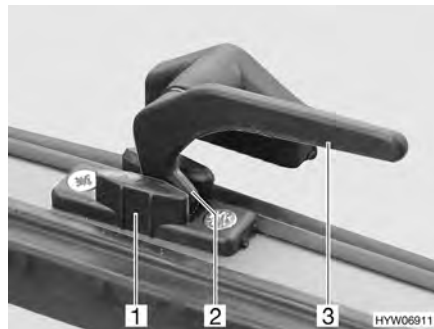

Fig. 80 Palanca de bloqueo en la posición de "ventilación continua"
- En la posición "ventilación continua" (Fig. 80)
- Girar todas las palancas de bloqueo (Fig. 80,3) un cuarto de vuelta hacia el centro de la claraboya.
- Girar de nuevo hacia atrás las palancas de bloqueo. El saliente de bloqueo (Fig. 80,2) se ha de introducir para ello en el rebaje del bloqueo de la claraboya (Fig. 80,1).